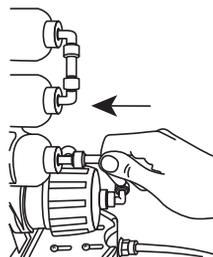

Рис. 34
5.9.6. Подключите трубку от накопительного бака к постфильтру согласно схеме (С - подача очищенной воды из системы в накопительный бак) (Рис. 34).